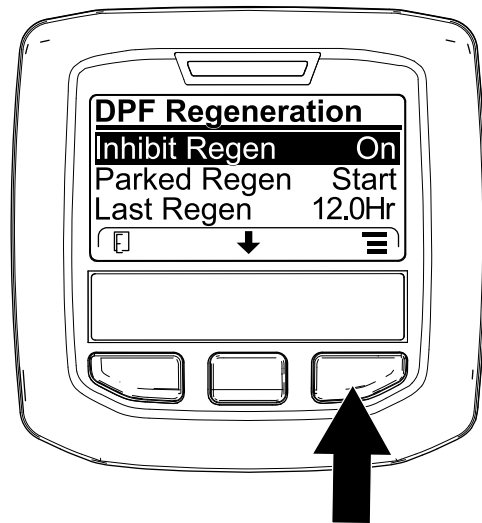

Figura 43
- Acceda al menú DPF Regeneration (Regeneración de DPF), pulse el botón central para desplazarse hacia abajo, hasta la opción INHIBIT REGEN (Inhibir regeneración) y pulse el botón derecho para seleccionar la opción Inhibit Regen (Figura 43).
- Pulse el botón derecho para cambiar el ajuste de inhibición de regeneración de Activado a Desactivado (Figura 43) o viceversa (Figura 44).